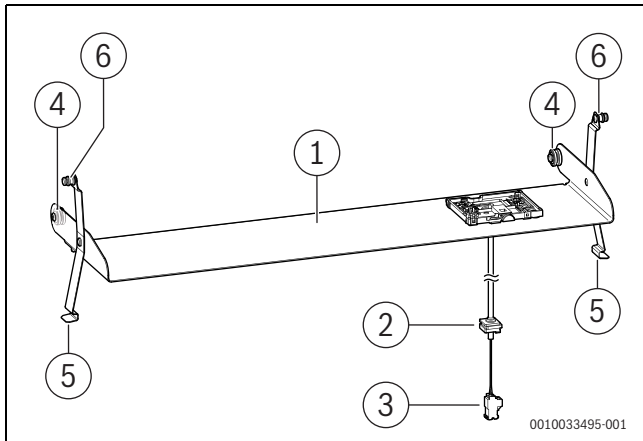

Bild 117 Zubehör CS 36
Um die Bedieneinheit CW 400 im Gerät einzusetzen, ist die Montage eines Einschubs (Zubehör CS 36) notwendig (→ Bild 117, [1]).
- ▶ Rollen (→ Bild 117, [4]) des Einschubs in die Seitenteile der Speicherverkleidung einhängen.
- ▶ Mit Hilfe der Metallfedern (→ Bild 117, [5]) in der horizontalen Position fixieren.
- ▶ Zapfen (→ Bild 117, [6]) auf beiden Seiten des Einschubs in das Vorderteil der Speicherverkleidung einhängen und sichern.